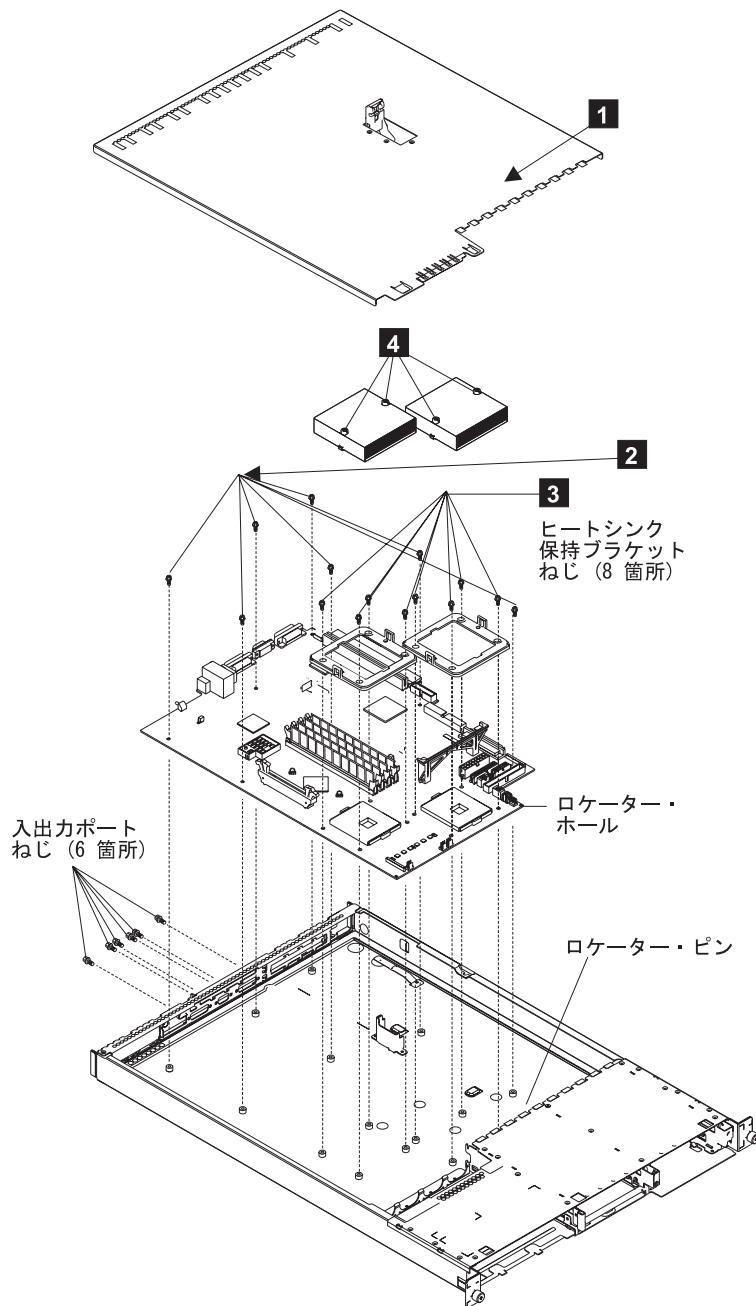

図54. システム・ボードの取り外し
3. SAN ボリューム・コントローラーの上部カバー¹を取り外します。210 ページの図 54 を参照してください。